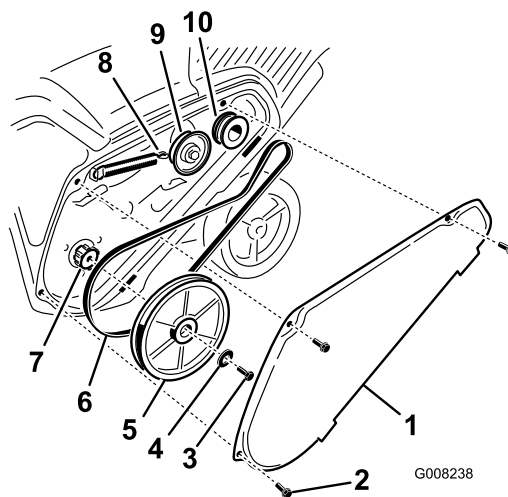

Figure 36
1. Enlevez le couvercle de la courroie d'entraînement après avoir retiré les 3 boulons comme montré à la Figure 36.
2. Décrochez le ressort de frein du bras de la poulie de tension pour détendre la courroie (Figure 36).
3. Enlevez la vis et la rondelle bombée qui retiennent la poulie de rotor (Figure 36).
4. Retirez la poulie de rotor et la courroie d'entraînement (Figure 36).
Remarque: Acheminez la courroie neuve autour de la poulie du moteur, puis de la poulie de tension, et enfin autour de la poulie de rotor desserrée, située juste au-dessus de l'arbre de rotor (Figure 36).
- Montez la poulie de rotor sur l'arbre de rotor (Figure 36).
- Montez la rondelle bombée et le boulon de fixation de la poulie de rotor, et serrez-les solidement (Figure 36).